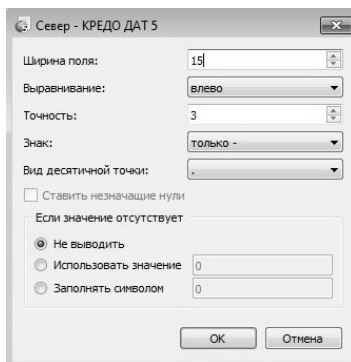

Рис. 46 Настройка экспорта координат
7. Аналогичным образом задайте ширину поля для экспорта координат **Севера** и **Востока**, введя число **15**, точность - **3** (рис. 46).